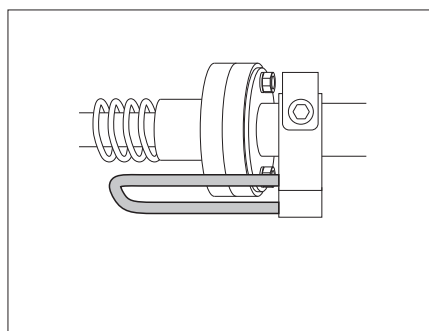

Fig. 153 Palanca de retención en posición asegurada
- Antes de utilizar la cama, comprobar si la palanca de retención está en la posición asegurada (Fig. 153).
- Poner palanca de retención en la posición asegurada (Fig. 153).